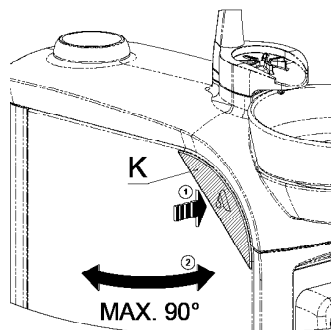

Abb. 10
Die Frontplatte (C) stützt den Kanülenfilter, (D) ist die Seitentür der Wassereinheit (Abb. 10).